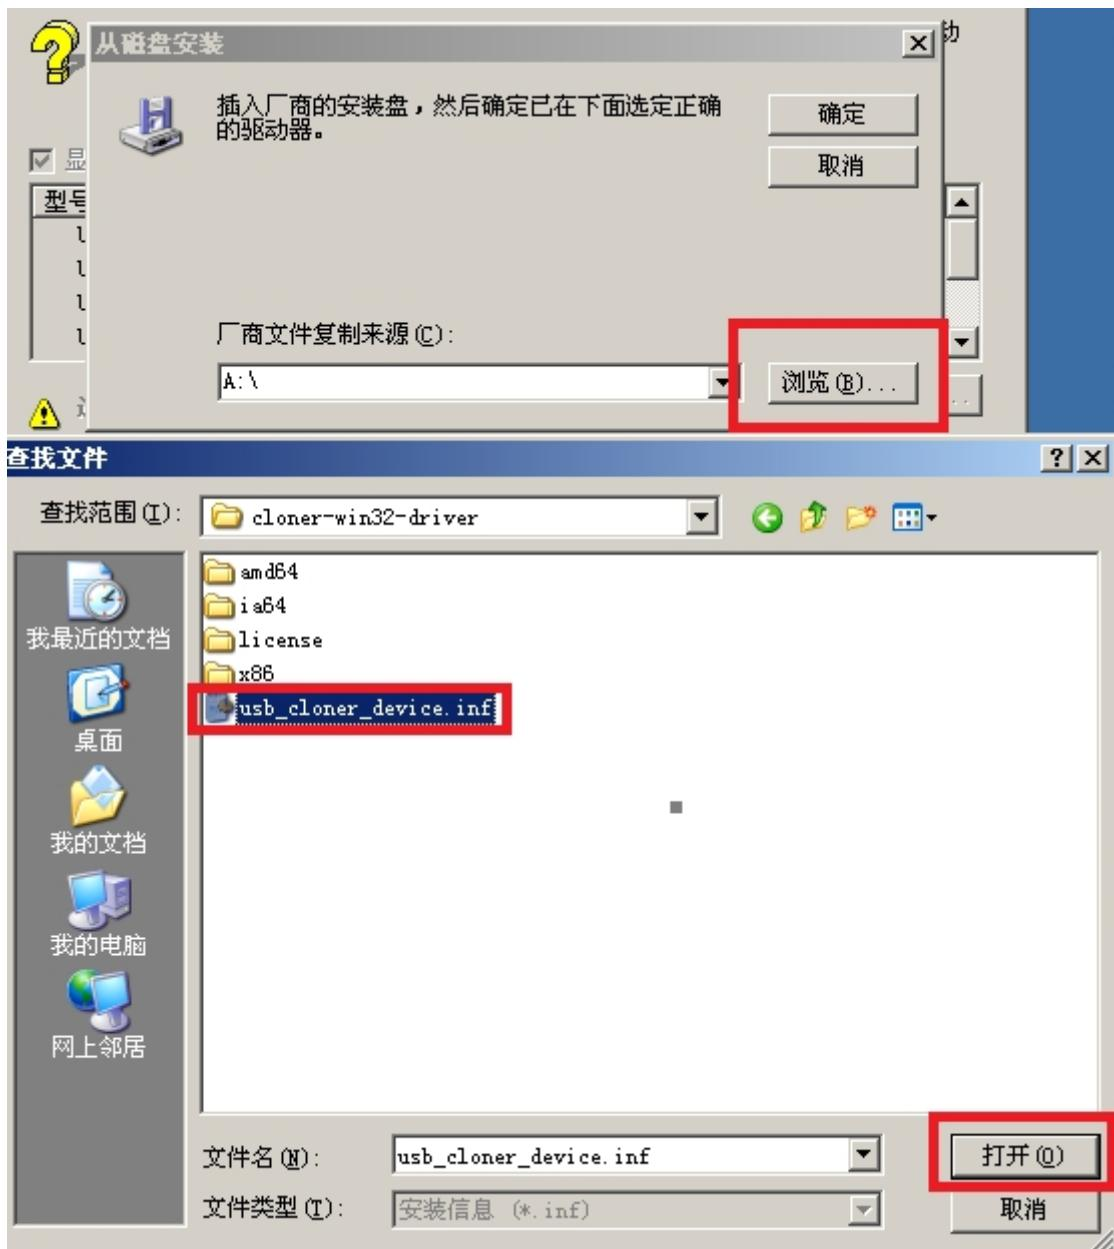

图3-10 选择 usb\_cloner\_device
4) 选择从硬件安装，在 newton-android-demo\cloner-win32-driver 浏览找到 usb\_cloner\_device.inf，如图 3-10